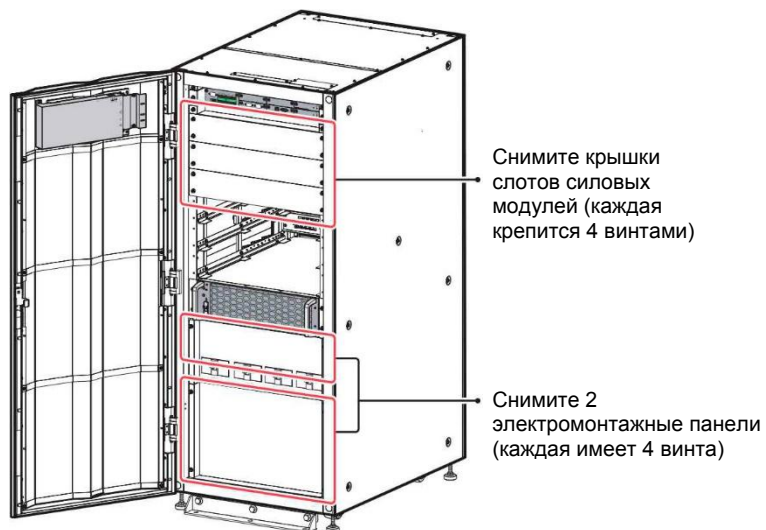

Рисунок 4-21: снятие крышек силовых модулей и монтажных панелей
- 2 Снимите крышки силовых модулей (см. **Рисунок 4-21**), которые крепятся 4 винтами каждая, и две электромонтажные панели, каждая на 4 винтах. После их снятия шкаф будет выглядеть, как показано на **Рисунке 4-22**.